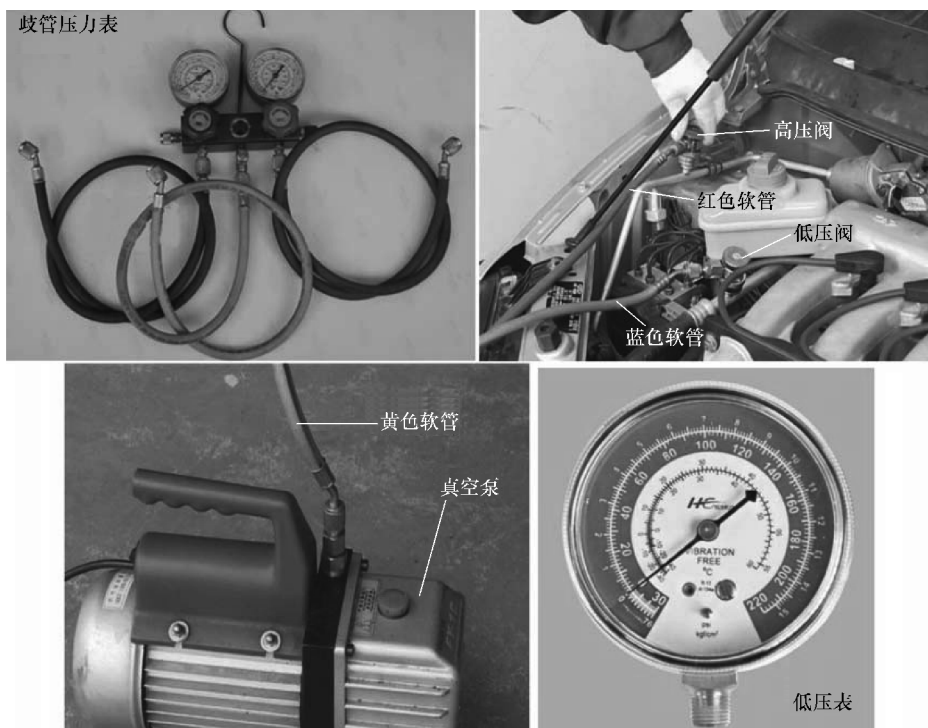

图 20-1 使用真空泵抽真空
- 2) 如图 20-1 所示，分别连接进排气歧管压力表的高低充气软管：高压充气软管（红色）接空调制冷系统的高压维修阀，低压充气软管（蓝色）接低压维修阀。